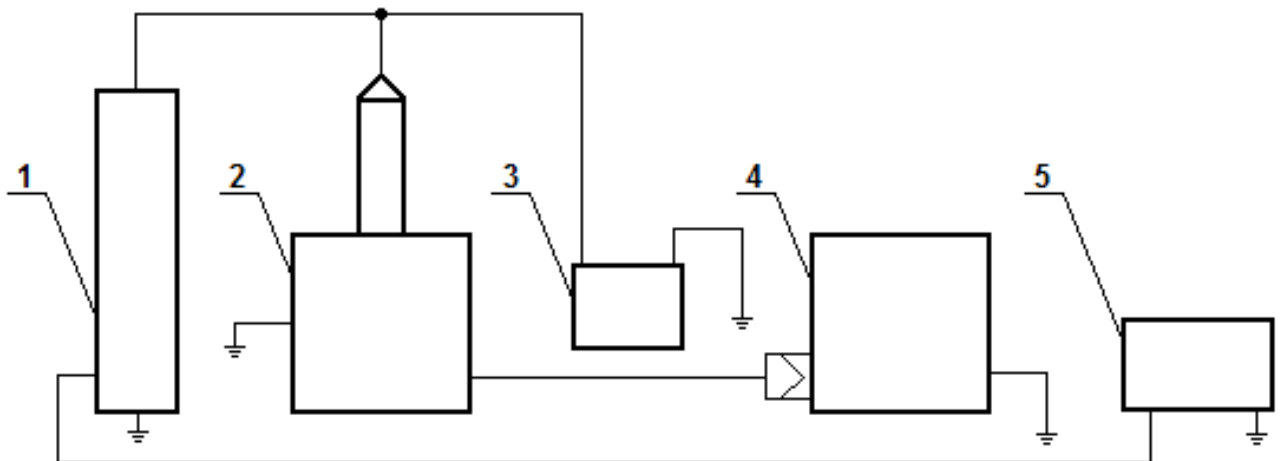

Рисунок 1 Схема соединения приборов при определении относительной погрешности измерения амплитудного значения напряжения выпрямленного тока, где:
5.3.1.1 При проведении поверки аппарата собрать схему, приведенную на рис. 1. Работы по сборке схемы производить при подведенной к выводу высоковольтного блока заземляющей штанге.